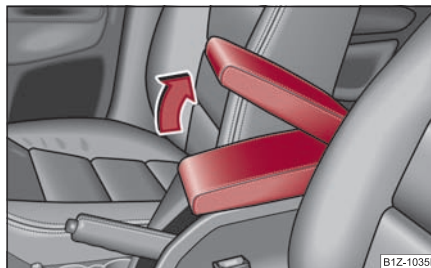

Fig. 127 Cotiera: Compartimentul de depozitare
- Deschideți capacul cotierei în sensul săgeții ⇒ fig. 127.